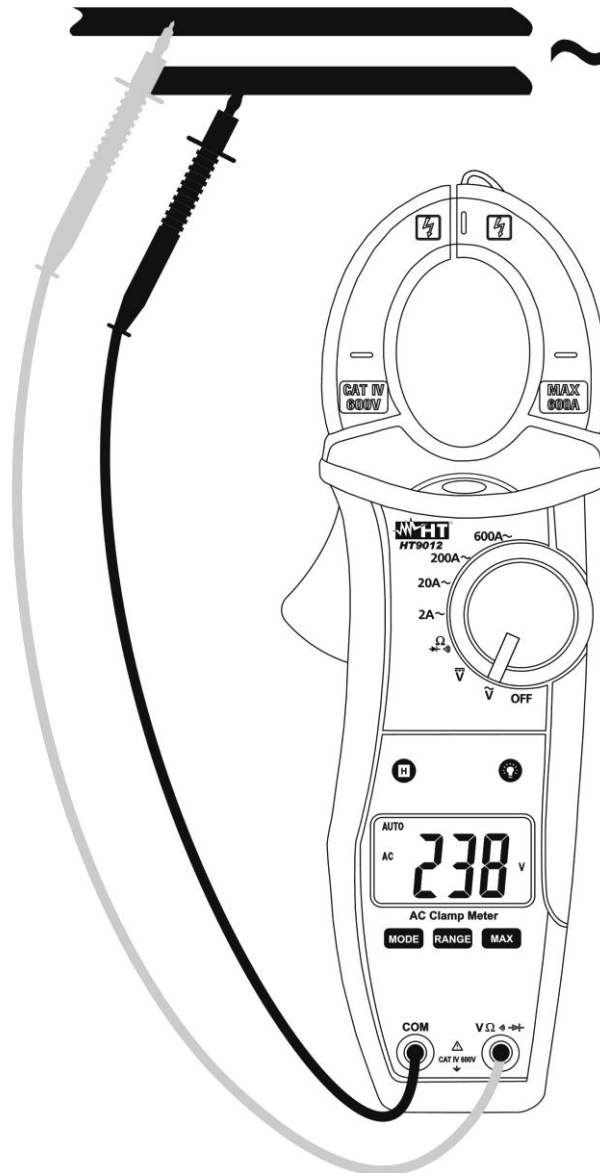

Fig. 4: Uso della pinza per misura di Tensione AC
4. Inserire il cavo rosso nel terminale di ingresso  $V\Omega\rightarrow(+)$  e il cavo nero nel terminale di ingresso **COM** (vedere Fig. 4)